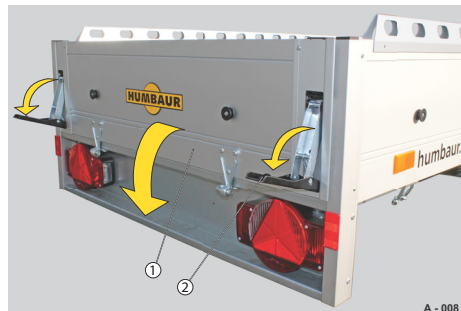

Abb. 11 Bordwand öffnen, z.B. STARTRAILER
- Verschlüsse (Abb. 11/2) entriegeln. Bordwand (Abb. 11/1) mit einer Hand festhalten.